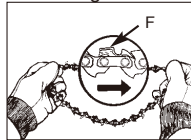

Fig. 3D
7. Läg ut kedjan med kedjans skäreppor (F) vända i ROTATIONSRIKTNINGEN (Fig. 3D).